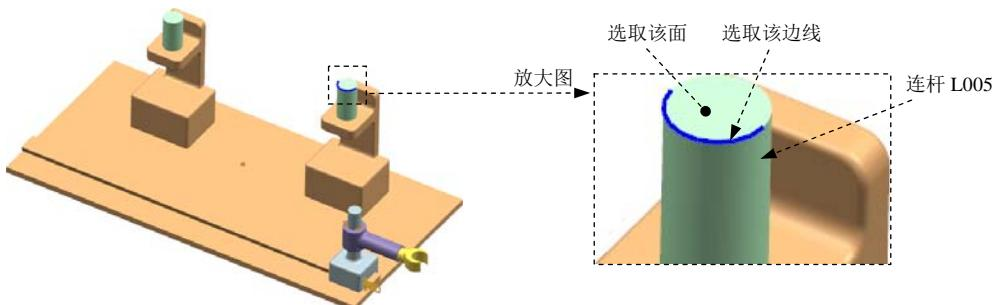

图 10.3.11 定义滑动副（三）
(1) 选择连杆。选取图 10.3.11 所示的连杆 L005。
(2) 定义原点及矢量。在“运动副”对话框的 **指定原点**下拉列表中选取“圆弧中心” 选项，在模型中选取图 10.3.11 所示的圆弧为定位原点参照；选取图 10.3.11 所示的面作为矢量参考，方向向下。
(3) 定义驱动。在“运动副”对话框中单击**驱动**选项卡，在**平移**下拉列表中选择**函数**选项；在**函数数据类型**下拉列表中选择**位移**选项；单击**函数**后的**...**按钮，选取 **函数管理器...**选项，在弹出的“XY 函数管理器”对话框中单击 按钮，在弹出的“XY 函数编辑器”**公式=**区域下的文本框中输入函数关系式“STEP( x,8,0,12,32)+STEP( x,12,0,16,-32)”，其余参数接